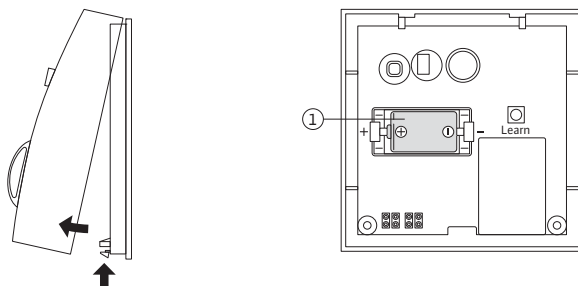

Fig. 26: Batteriewechsel
- Zum Wechsel der Batterie die Rastnase an der Unterseite des Funk-Raumtemperaturreglers (Fig. 26) mit einem spitzen Gegenstand (z.B. Schraubenzieher) leicht eindrücken und Oberteil des Raumtemperaturreglers von der Grundplatte abnehmen. Danach ist das Batteriefach im Oberteil des Raumtemperaturreglers (Fig. 26, Pos. 1) zugänglich.